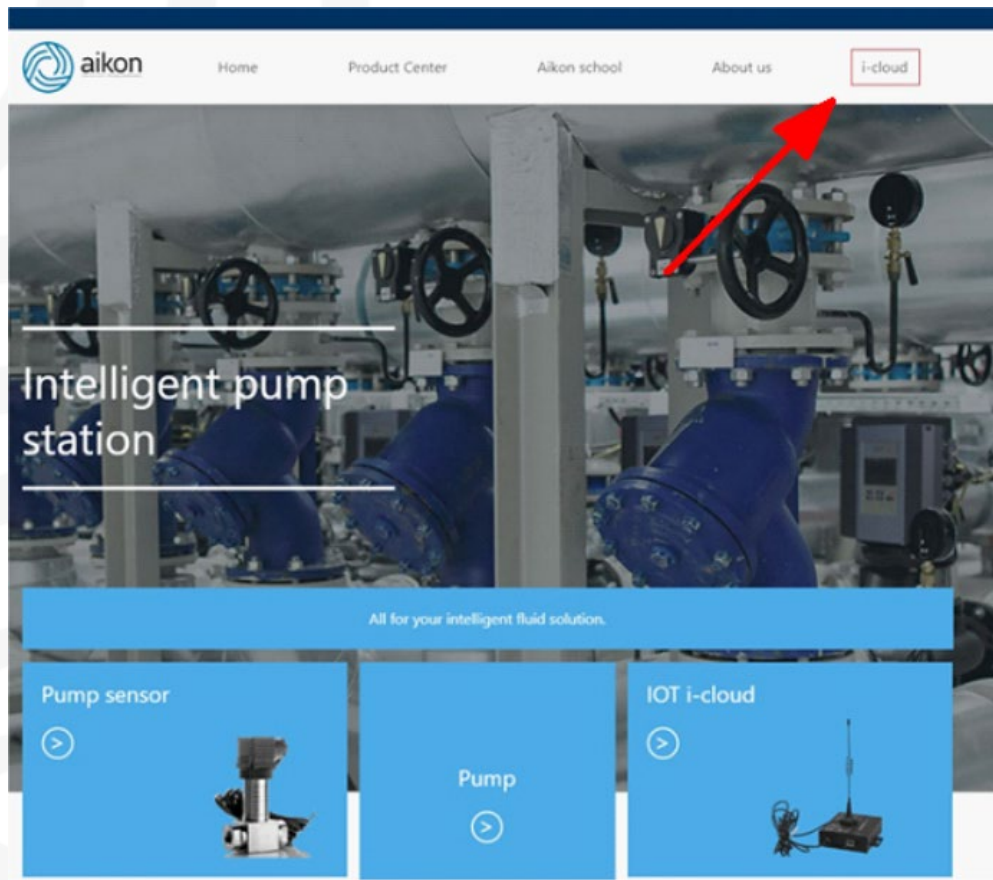

Рисунок 5. Вход в личный кабинет
4. В кратчайшие сроки наши специалисты откроют вам персональный аккаунт на сайте <http://aikonchina.com/> во вкладке i-cloud - рисунок 5.